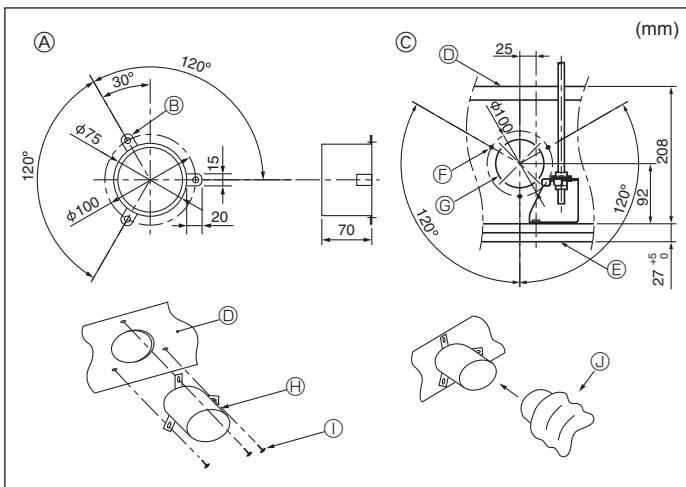

Fig. 4-3
4.3. Installatie van toevoerkanaal (bij buitenluchttoevoer) (Fig. 4-3)